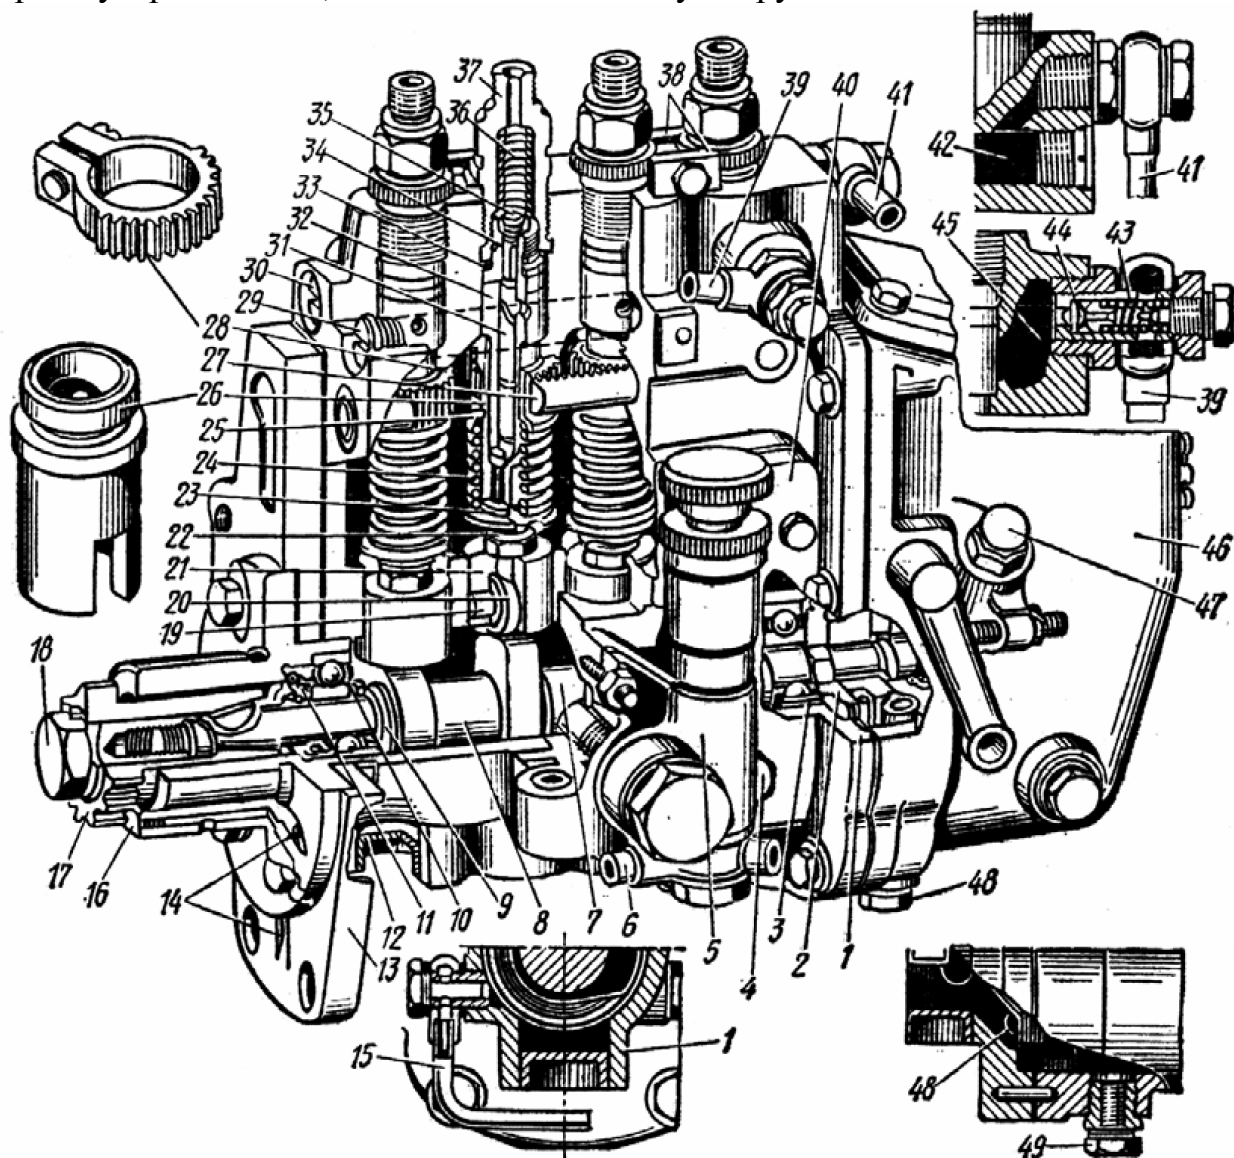

Рис. 2.16. Топливный насос УТН-5:
Рассмотрите и изучите устройство гильзы и плунжера (рис. 2.16).
8. По рис. 2.16 рассмотрите устройство регулятора. Привод регулятора выполнен в виде шайбы 28, жестко посаженной на кулачковый вал. Шайба через четыре резиновых сухаря 27 соединяется со ступицей 26. Подобное устройство позволяет смягчать нагрузки, возникающие при резких изменениях частоты вращения двигателя. На ступице 26 на осях 17 крепятся четыре грузика 23. На валу установлен упорный шарикоподшипник 21 и надета муфта 19 с впрессованной внутри бронзовой втулкой. Муфта упирается в стальную закаленную пяту 18 промежуточного рычага 13. Оба рычага 9 и 13 имеют одну ось 22 в нижней части корпуса. Отклонение промежуточного рычага от основного ограничивается болтом 15. В промежуточный рычаг ввернут корпус корректора 10, в котором находится пружина корректора 31. Жесткость этой пружины регулируется пробкой 30. Пружина поджимает штифт 11 корректора, который стремится разжать рычаги 9 и 13. Также за промежуточный рычаг крепится пружина 7 обогатителя. Верхний конец промежуточного рычага связан с рейкой 1 топливного насоса. Верхний конец основного рычага 9 связан с пружиной 6 регулятора. Другой конец пружины соединен с серьгой 4. Отверстия в серьге позволяют вворачивать пружину в них и изменять ее жесткость.